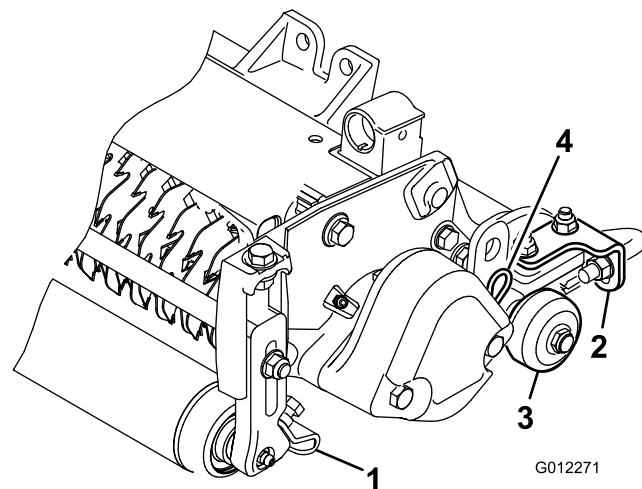

図 6
1. ローラスクレーパを固定しているフランジナットをゆるめる 図 6。
整備場の床にバーチカッターを降ろすときやトラクションユニットから外して床に置く場合には、ブレードが床にあたって破損しないよう、必ず移動用ローラを降ろしてください。図 6。